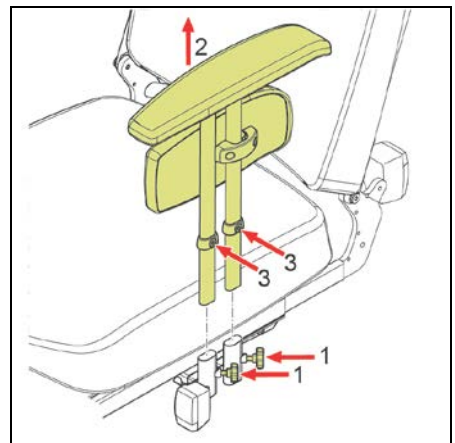

Abb. 6.3
#### Seitlicher Transfer (Abb. 6.3)
- Lösen Sie die Schrauben, um die Armlehne zu entriegeln (Abb. 6.3).
- Nehmen Sie die Armlehne oben aus dem Armlehnenhalter (Abb. 6.3).